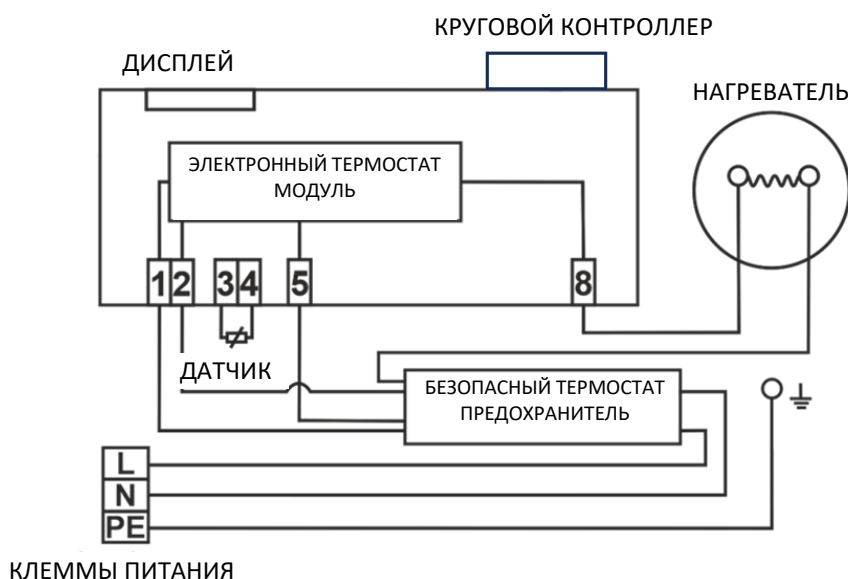

Рисунок 7
Заводская схема подключения не должна изменяться! (Рисунок 7). Степень защиты электрических частей нагревателя составляет IP 44. Мощность электрического элемента составляет 2000 Вт.
- Схема электрического подключения прилагается к нагревателю на крышке электроустановки (Рисунок 7).